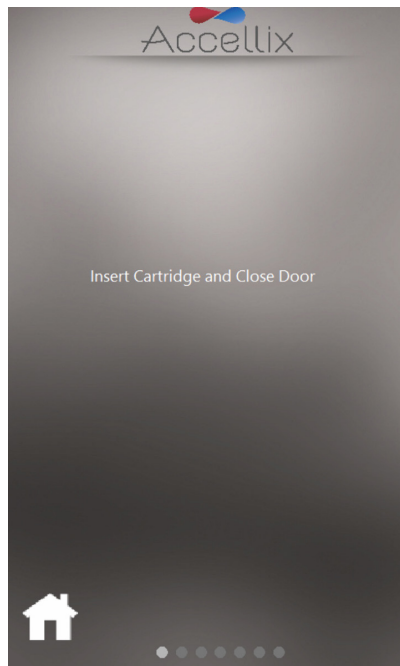

Figure 35 : écran Insérer une cartouche
Remarque : à partir de là, les points gris mis en surbrillance au bas de l'écran indiquent l'étape en cours de la procédure de test. (Voir la Figure 35).
4. Lorsque l'instrument vous y invite (Figure 35), ouvrez la porte en appuyant à l'angle avant droit de la porte et en relâchant. Insérez ensuite la cartouche dans l'instrument en l'enfonçant à l'aide de la poignée supérieure. Lorsque la cartouche est insérée, poussez un peu plus la poignée sur le côté droit jusqu'à ce que vous entendiez et sentiez un clic, afin de vous assurer que la cartouche est insérée à fond dans l'unité de traitement des cartouches de l'instrument.